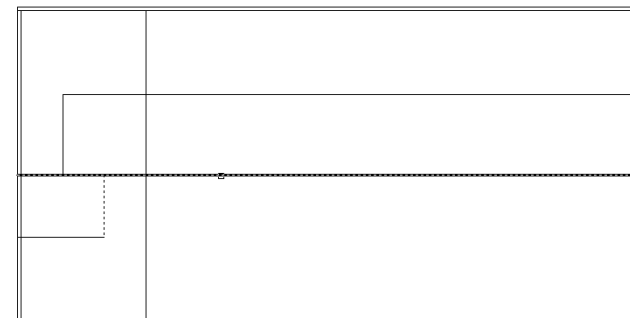

Рис. 4.15 ▼ Завершение формирования контура малой тумбы
7. Теперь можно избавиться от горизонтальных линий, выходящих за пределы контуров малой тумбы, которые мы использовали в качестве секущих ребер на предыдущем этапе. Перезапустите команду **Обрезать** (Trim), выберите в качестве секущего ребра вертикальную линию контура малой тумбы (показана пунктиром на рис. 4.15), а затем, нажав **Enter** для завер-
шения выбора, щелкните сначала на нижней горизонтальной линии, а затем на верхней, как показано на рис. 4.15, для их обрезки.